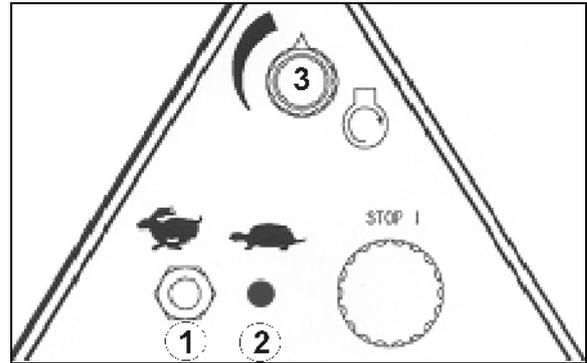

Fig. 30
- Wahlschalter drücken (Fig. 30/1)
- Kontroll-LED leuchtet (Fig. 30/2) für Feldarbeit (Schildkröte) (langsam → 0 bis 17 km/h).
- Motordrehzahl über Drehknopf einstellen (Fig. 30/3):
- Kontroll-LED leuchtet nicht (Fig. 30/2).